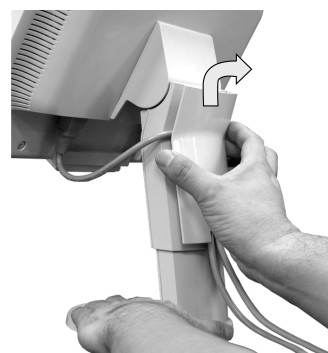

Rysunek C.2
6. Upewnić się, że wszystkie przewody spoczywają płasko oparte o podstawkę (**Rysunek C.2**).